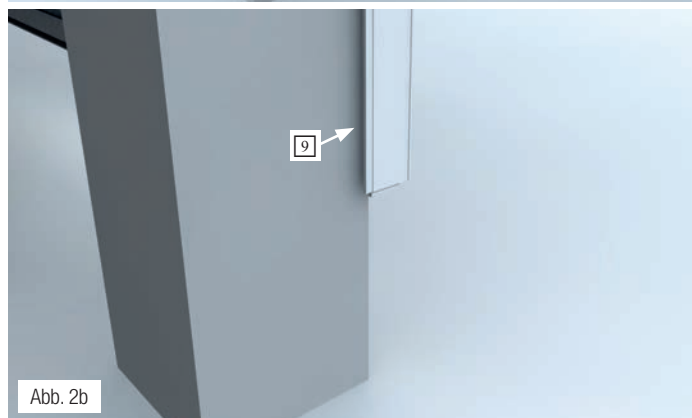

Abb. 2b
2. Bitte beachten Sie bei der Verlegung mit der Zevenor Randleiste [3], dass diese Aufgrund der Geometrie nicht mittig auf der Unterkonstruktion (Abb. 2a und Abb. 2b) montiert werden kann.